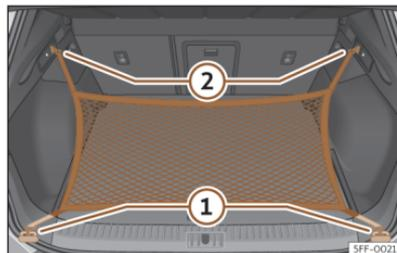

Abb. 181 Im Gepäckraum: Ösen (1) und Haken (2) zum Einhängen des Gepäckraumnetzes.
- Hängen Sie die kurzen Haken des Netzes in die Verzurrösen ein >>> (Abb. 181) ① >>> ⚠. Der Reißverschluss des Gepäckraumnetzes muss dabei nach oben zeigen.
- Befestigen Sie die Spanngurte in den Taschenhaken ②.